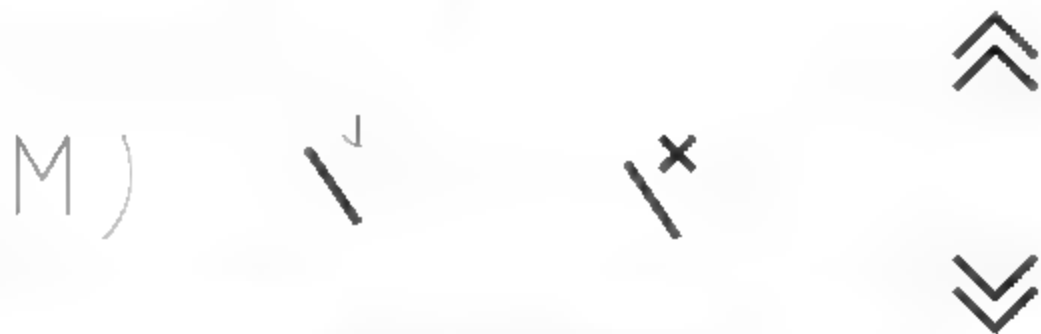

图10-14 调入元件图块
**01** 调入元件图块。打开本书配备资源中的“素材\第10章\电气图例.dwg”文件，选择开关、电动机等图块，将其复制粘贴至当前图形中，如图10-14所示。